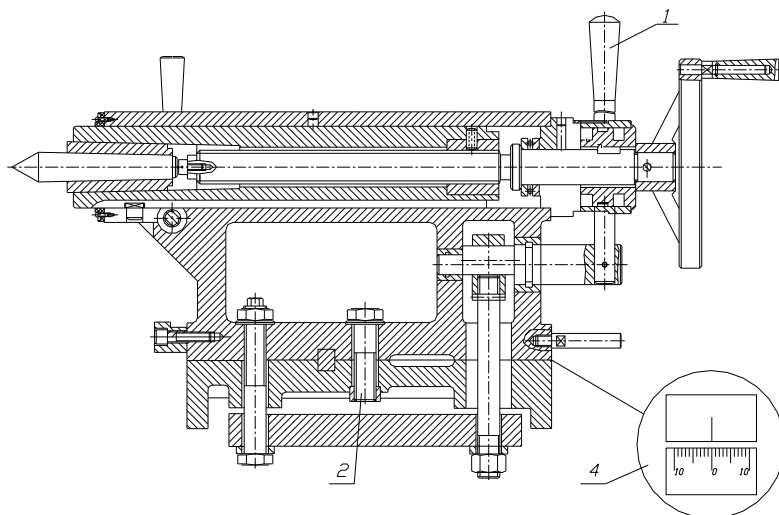
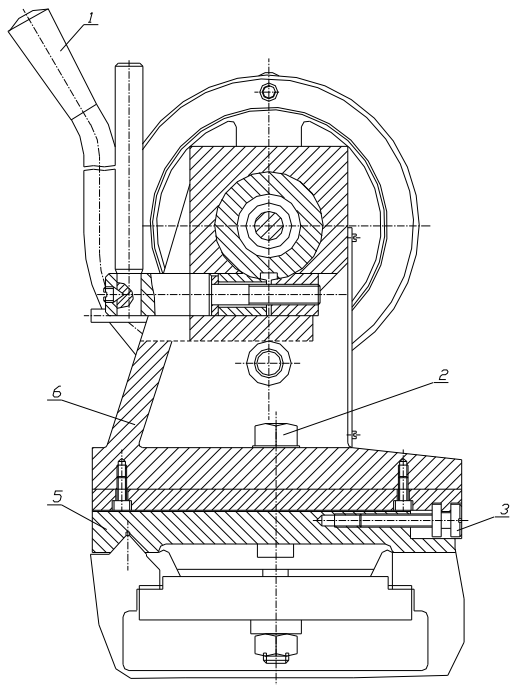

Рис.6-9. Поперечное смещение задней бабки
Рис.6-10. Поперечное смещение задней бабки
#### 6.2.10 ПОПЕРЕЧНОЕ СМЕЩЕНИЕ ЗАДНЕЙ БАБКИ (См.Рис.6-9 и Рис.6-10)
- Когда вы отвинчиваете или завинчиваете винт 3, Рис.6-10, верхняя часть задней бабки смещается к передней или задней направляющим призмам, т.е. влево или вправо от нуля по шкале;